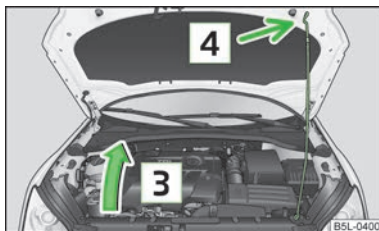

Fig. 140 Seguro del capó con la varilla de apoyo
- Retirar la varilla de apoyo **3** en el sentido de la flecha desde el soporte y asegurar el capó abierto colocando el extremo de la varilla en el orificio **4** previsto para ello » fig. 140.